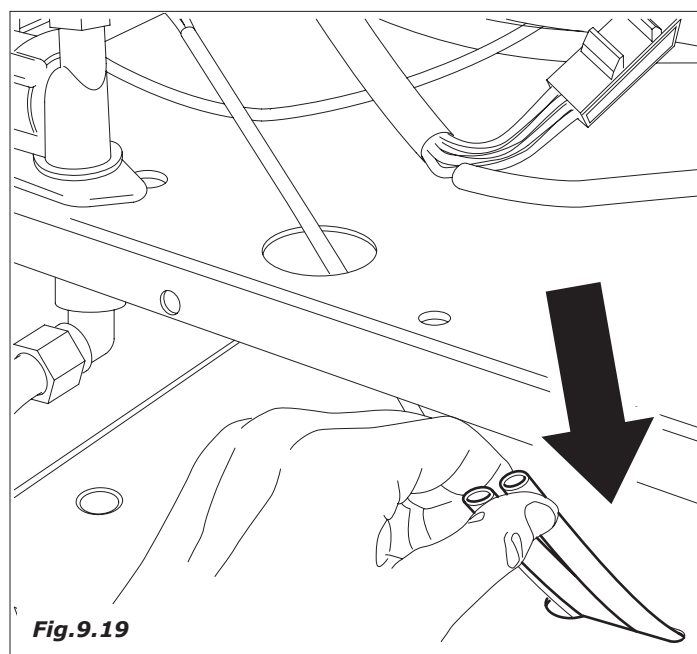

Fig.9.19
- Far passare i tubi di entrata e mandata del filtro attraverso le aperture predisposte (Fig.9.19).